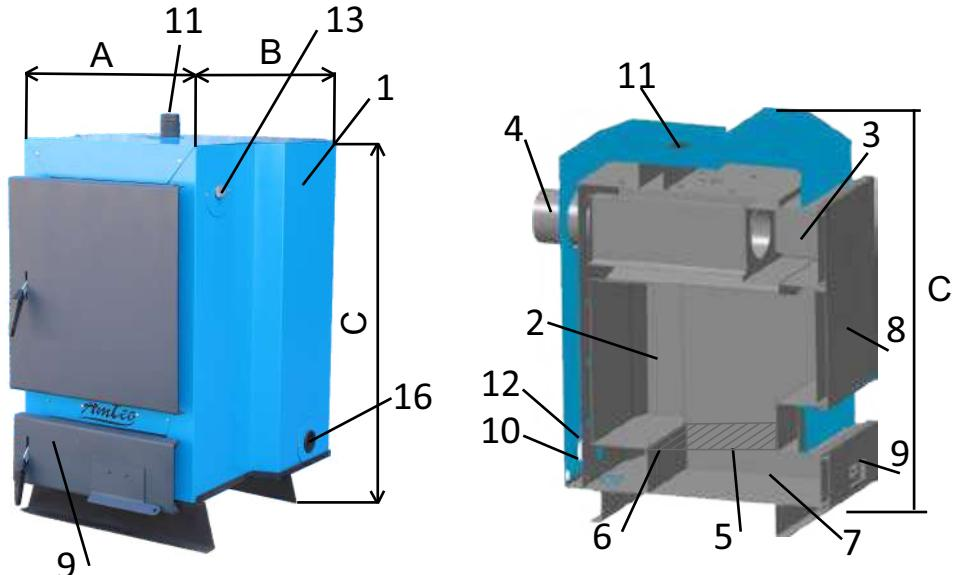

Рис. 1 Котёл «АМТЕО»
4.1. Котёл (рис. 1) состоит из: корпуса (1), топки (2), газохода (3), дымохода (4). В нижней части топки устанавливаются колосники (5) на опоры (6), зольник (7). К передней стенке корпуса котла на оси присоединяются загрузочная дверца (8), дверца для обслуживания (9), патрубок обратного трубопровода (10), патрубок подающего трубопровода (11), патрубок для слива воды с котла (12), отверстие для установки тягогрегулятора (13), отверстие для установки ТЭНа (16).